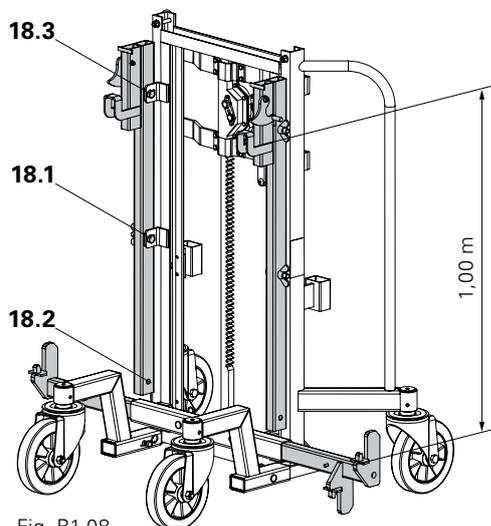

Fig. B1.08
1. Montar los enganches superiores del carro de elevación y desplazamiento en el orificio superior (18.3) y medio (18.1). El orificio inferior (18.2) queda libre. (Fig. B1.08 - B1.08c)